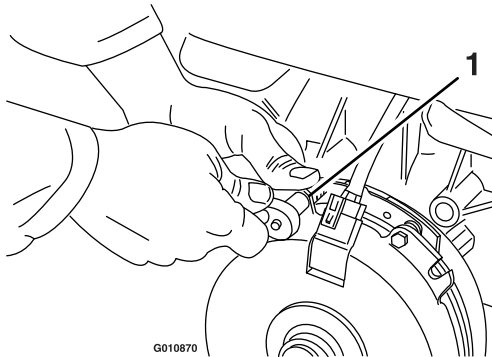

Bild 64
- A. Lösen Sie die beiden Befestigungsschrauben der Bremse um eine halbe bis ganze Umdrehung, wie in Bild 64 abgebildet.